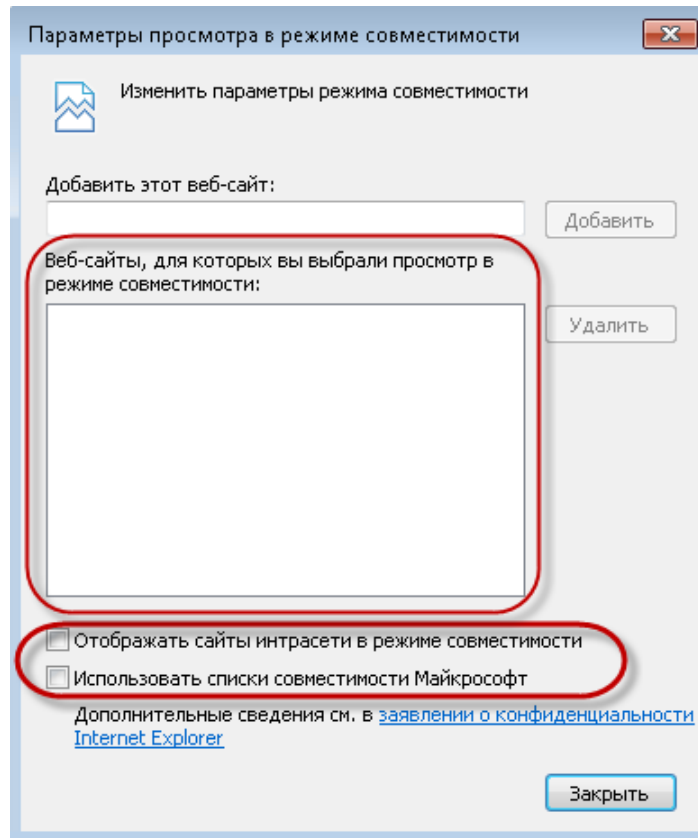

Рис. 4-4 – Окно «Параметры просмотра в режиме совместимости»
8) В открывшемся окне «Параметры просмотра в режиме совместимости» убрать флаги в полях «Отображать сайты интрасети в режиме совместимости» и «Использовать списки совместимости Майкрософт» (рис. 4-4).